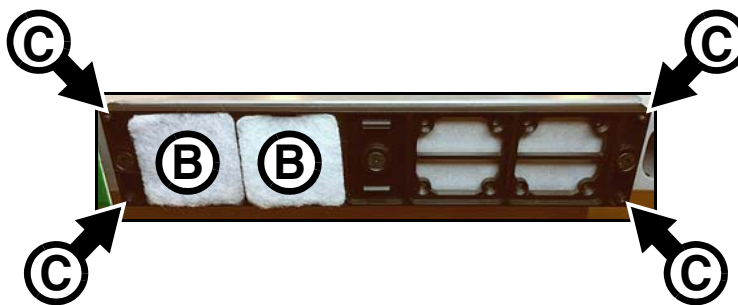

Bild 12: Ersetzen der Luftfilter, P3-050 / P3-150
3. Siehe Bild 12. Entfernen Sie die verbrauchten Filter **B** und montieren Sie neue Filter.